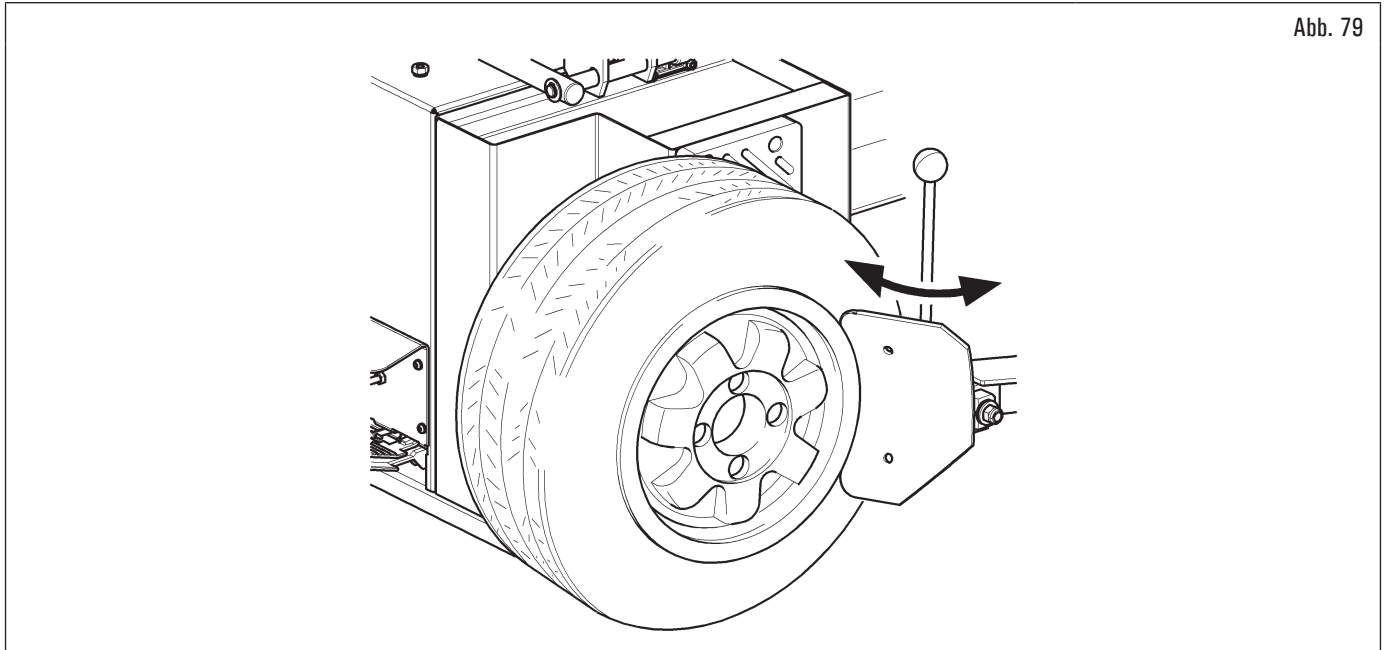

Abb. 79
1. bringen Sie das Rad wie in Abb. 79 gezeigt an und nähern Sie das Abdrückschaufel dem Rand der Felge;